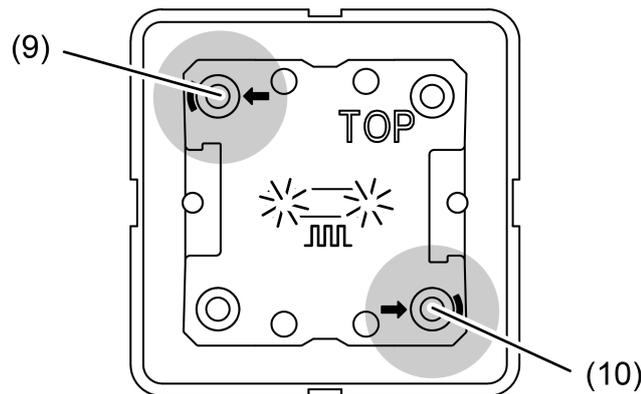

Imagen 6: Pulsadores para activar el modo de programación
- Activar el modo de programación: pulsar y mantener pulsada la tecla superior izquierda (9). A continuación, pulsar la tecla inferior derecha (10) (Imagen 6). Los LED de estado parpadean rápido (aprox. 8 Hz). El modo de programación está activado.
- Pulsar y mantener pulsadas las teclas superior izquierda e inferior derecha (Imagen 6).
- Pulsar y mantener pulsadas las teclas superior izquierda e inferior derecha (Imagen 6) durante más de 5 segundos.